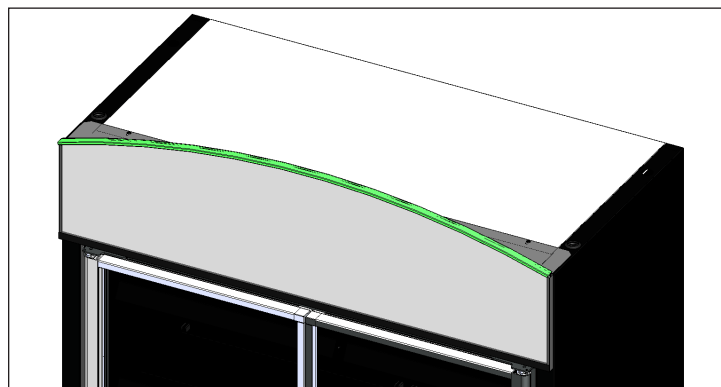

Fig. 5. Instale el conjunto del letrero.
6. Apriete el soporte. Véase la fig. 5.